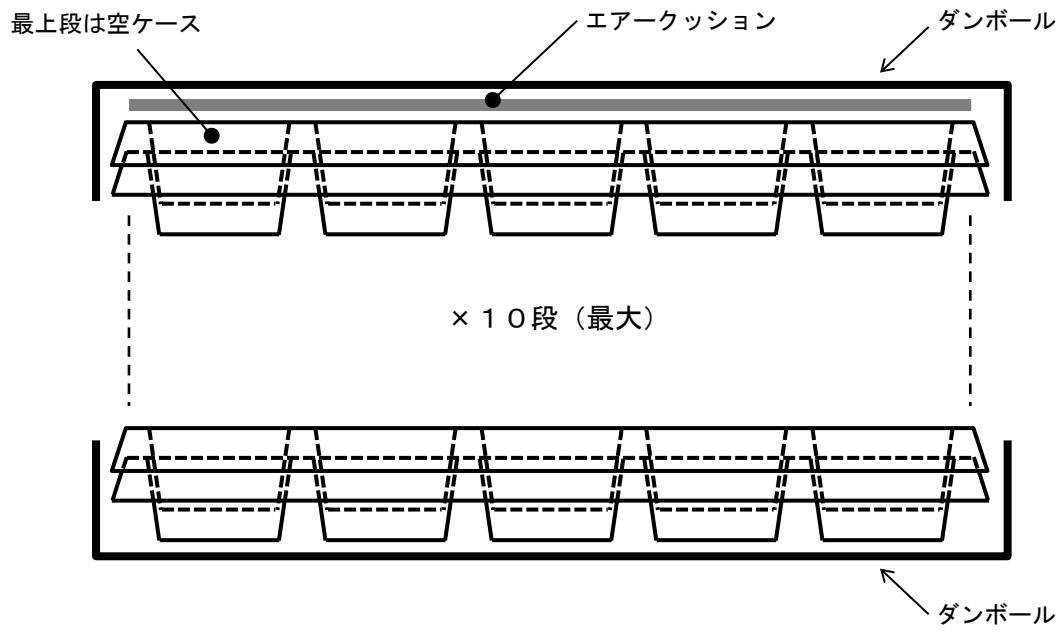

図2.
- (2) ケースを最大10段重ね(最上段は空)、ケースの変形を防止するためのダンボール板を上下に挟み、ゴムバンドで2か所を固定する。(図2. 参照)